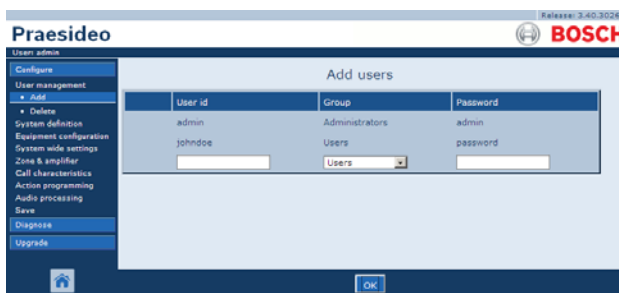

рисунок 42.4: Добавление пользователя, шаг 5
- Нажмите кнопку *OK* для активации новой учетной записи. В основной части веб-интерфейса откроется экран, подобный экрану, приведенному на рисунок 42.4.